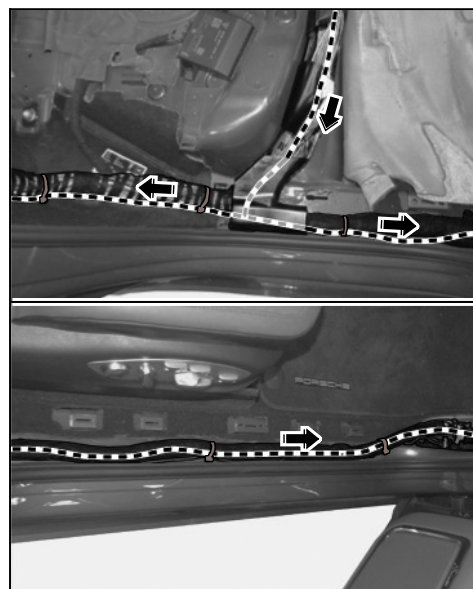

Рис. 11
- 2.3.5 Проложить жгут электрических проводов (желтый/серый провод) вдоль основного жгута проводов в салоне к стойке А справа (⇒ Рис. 11).